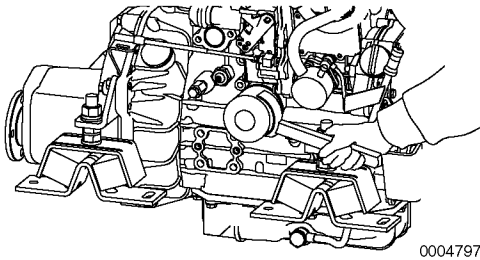

Figure 2
2. Tournez le filtre à huile pour moteur **Figure 2** vers la gauche avec une clé.